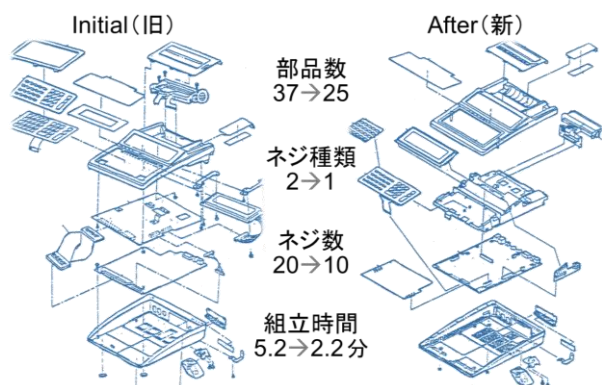

図1. 設計支援ツールDFMを用いると、製品の性能/機能を維持したまま、組立時間を大幅に短縮した設計ができる。
2. コストの作り込みは設計で決まる(表1-②, 図1)
「製品のコストの8割近くは、設計で決まる」のだそうだ。部品を削減し組立を単純化することによってコストを低く抑える手法は、「組立性評価法」あるいは「生産性向上設計」(DFM, Design For Manufacturing)と称される(図1)。DFMは、^{ブースロイド}1977年頃から Geoffrey Boothroydによって開発が進められ、1980年代に入ってから ^{デューハースト}Peter Dewhurstの協力を得て、コンピュータ上で動く設計支援システムに仕上げられた。(注2)